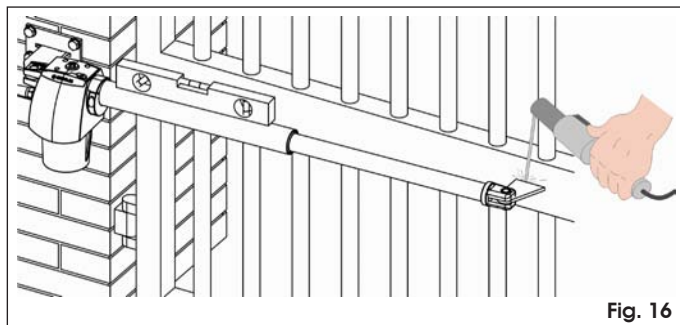

Fig. 16
9. Zet de buis van de aandrijving tegen de vleugel tot de voorste beugel tegen de vleugel leunt (Fig. 16).
10. Controleer met een waterpas of de aandrijving helemaal horizontaal is, en zet de voorste beugel provisorisch met twee laspunten vast (Fig. 16).